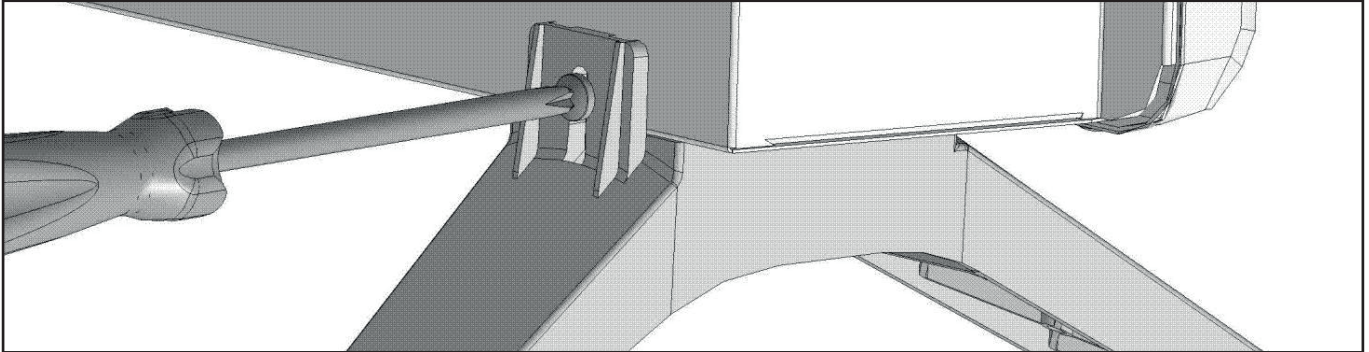

Abbildung 5
4.6 Wenn Sie den Konvektor auf dem Boden aufstellen, montieren Sie die Halterung wie in Abbildung 5 gezeigt.